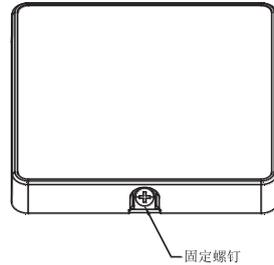

图 12
- ◆ 数据线安装时，首先将热水器上的数据线穿过预埋线管，与线控盒上预留的数据线连接，然后将控制盒扣入控制盒固定板上，在底部用 M4x6 螺钉将其固定在控制盒固定板上，如图 12 所示。